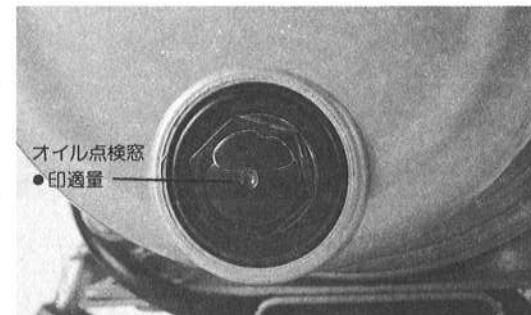

図5
- クランクケースにオイルは注入してありますが、ご使用前に点検して下さい。オイル点検窓のセンターの●印が適量です。オイルは市販のコンプレッサー油をご使用下さい。(図5参照)